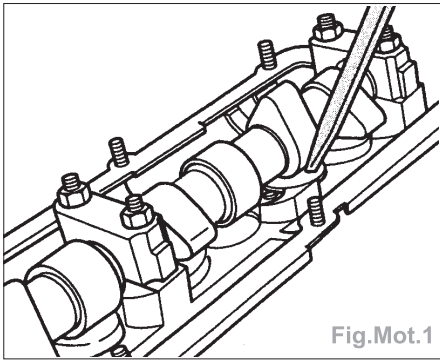

Fig.Mot.1
- enfoncer le poussoir en coupelle légèrement vers le bas à l'aide d'une cale en bois ou en matière plastique (Fig.Mot.1),